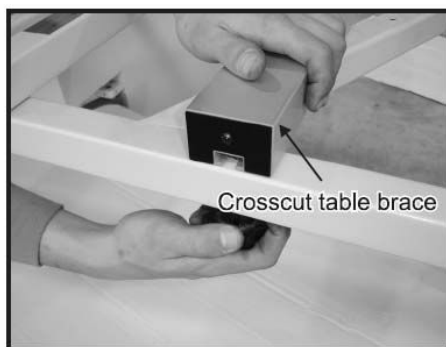

Fig. 20
4. Совместите Т-образные гайки, вставленные в опору поперечного стола, с отверстиями в этой опоре и ввинтите регулировочные ручки (M8-1,25x25) с плоскими 8-миллиметровыми шайбами в Т-образные гайки (см. рис. 20).